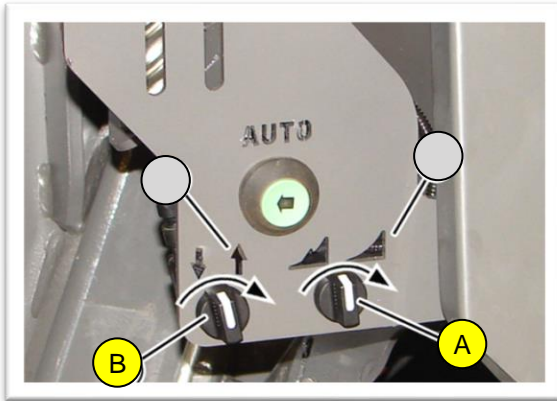

Bild 1
1. Schneidboden komplett schließen → Drehschalter **(A)** und Drehschalter **(B)** nach rechts drehen **(Bild 1)**